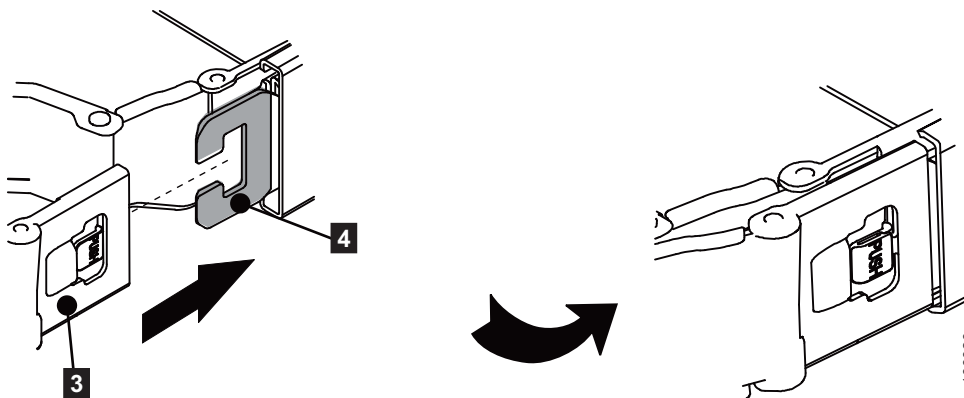

図 18. 外部メンバーの取り付け
3. ケーブル・マネジメント・アームの外部コネクター (3) を外部メンバーのケーブル・マネジメント・アーム・コネクター・ベース (4) に取り付けます。図 18 を参照してください。